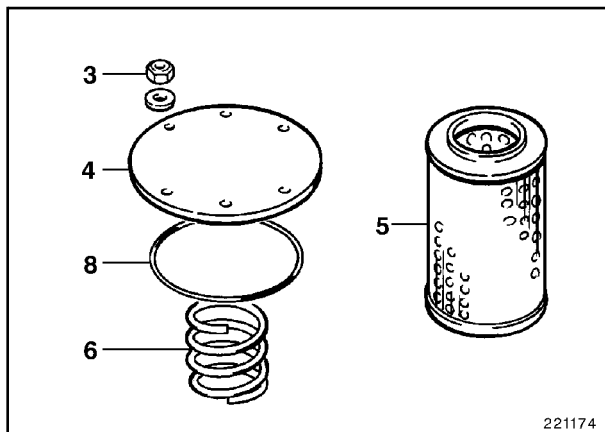

Fig. 4
- Retirar la tapa (4). Que no se le pierda el muelle (6, Fig. 4) ni el anillo obturador (8).
- Antes de montar la tapa (4), controlar el anillo obturador (8), sustituirlo si está dañado.